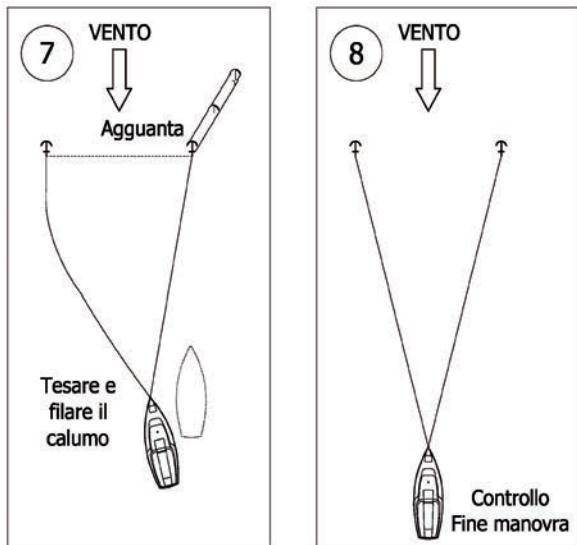

Figura 6
**8.** Completiamo la manovra mettendo il motore a marcia indietro con più potenza, cercando un allineamento di controllo che ci garantisca la buona tenuta della seconda ancora (Figura 6).